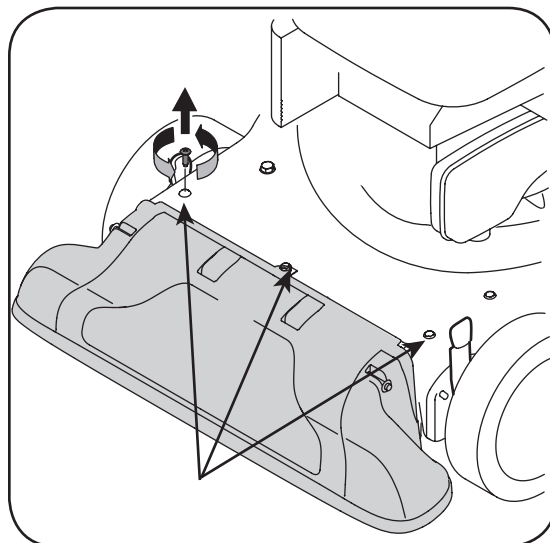

Figura 5-5
6. Saque los tres tornillos de la caja superior que ajustan la cubierta del pico. Vea la figura 5-5.